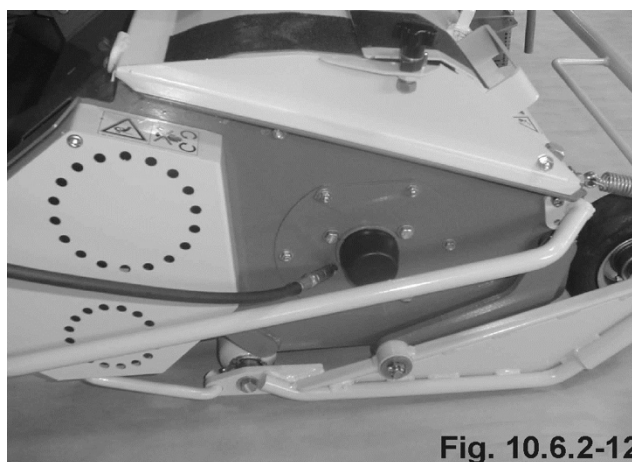

Fig. 10.6.2-12
- Höjdinställning (Fig. 10.6.2-13)